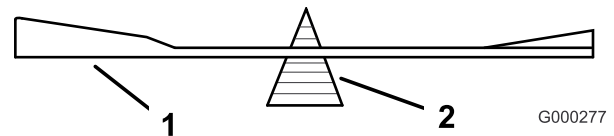

Figura 69
2. Verifique el equilibrio de la cuchilla colocándola sobre un equilibrador de cuchillas (Figura 69). Si la cuchilla se mantiene horizontal, está equilibrada y puede utilizarse. Si la cuchilla no está equilibrada, rebaje algo el metal en la parte de la vela solamente (Figura 70). Repita este procedimiento hasta que la cuchilla esté equilibrada.